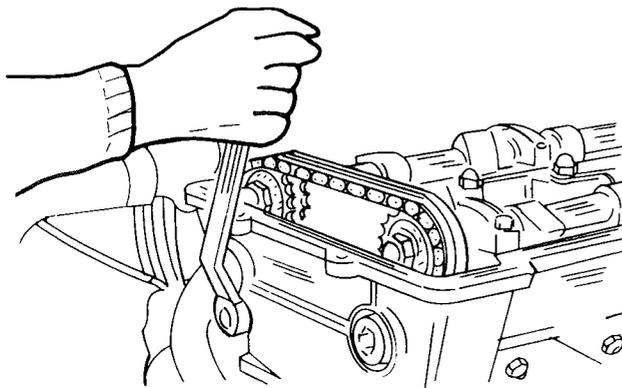

Bild 20
- Steuerkette lösen. Dazu den Motor durchdrehen, bis das Kettenschloss an der Oberseite erscheint. Die Schraube des Kettenspanners (Bild 20) um $\frac{1}{4}$ Umdrehung lockern und mit dem Finger auf die Oberseite der Kette drücken, wie es in Bild 14 gezeigt ist. Den Kettenspanner wieder anziehen, um ihn in dieser Stellung zu halten.
- Sicherungsschraube des Kettenspanners lösen (Bild 20) und den Spanner und die Druckfeder sowie die Klemmplatte herausnehmen.
- Die verbleibenden Arbeiten zum Einbau des Zylinderkopfes sind in umgekehrter Reihenfolge des Ausbaus durchzuführen. Den Kettenspanner wieder in die ursprüngliche Lage zurückdrehen. Den Motor vorher einige Male durchdrehen, so dass sich die Kette nachspannen kann und danach die Schraube in Bild 20 anziehen.